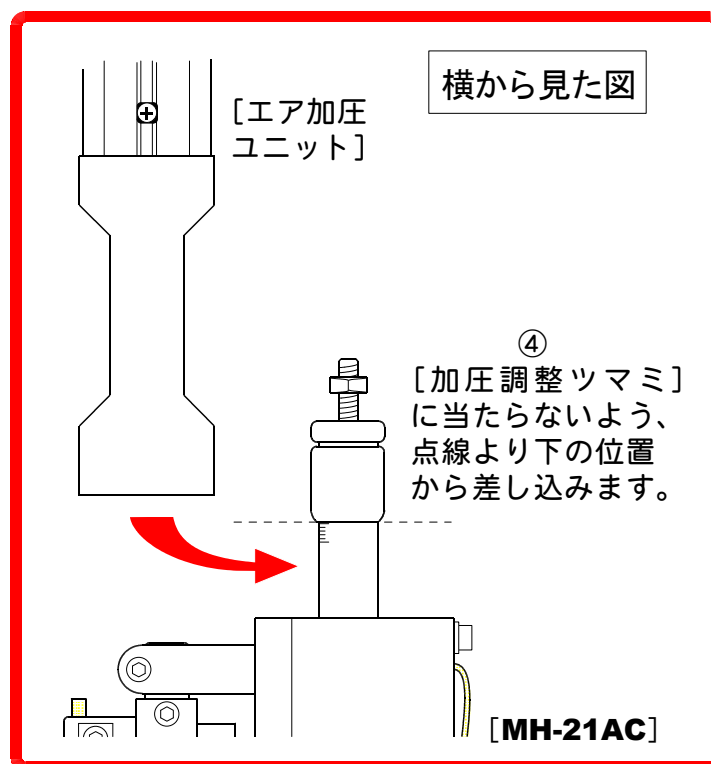

図 7-2
①[加圧調整ツマミ] を目盛り“5”に合わせて、[ロックツマミ]で軽く固定します。
②[飾りナット] を取り外し、エア加圧ユニットに付属している六角ナットをねじ込みます。[飾りナット]は、なくさないよう保管してください。[飾りナット]のサイズは、M8（2面巾13mm）です。
③[エア加圧ユニット取付穴]のゴムキャップ（4個）を外してください。キャップはネジ穴へ差し込んであります。回さずに、上へ引き抜いてください。
④エア加圧ユニットを、図7-2のように **MH-21AC/31AC** の上にかぶせます。